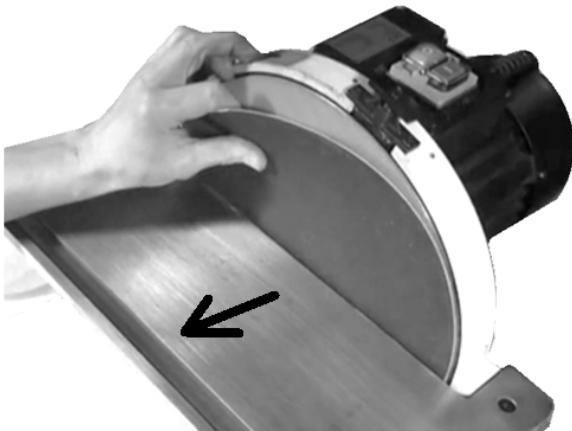

Fig 9
Lösen Sie die vier Senkschrauben (1~4) und entfernen Sie den Schleiftisch (F) für ausreichenden Zugang (Fig 9).
Richten Sie das Schleifpapier zentrisch zum Schleifteller aus und drücken sie es fest (Fig 9).